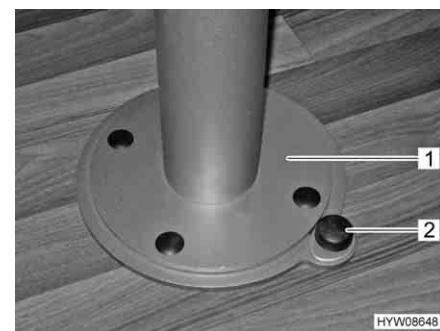

Fig. 57 Sbloccaggio dispositivo di rotazione piede del tavolo
- Spingere verso il basso il bottone (Fig. 57,2) del bloccaggio.
- Ruotare il piede del tavolo con il piano del tavolo (Fig. 57,1) nella posizione desiderata.